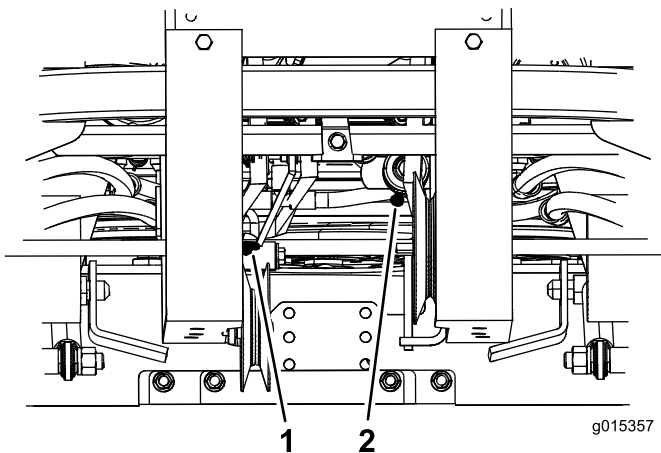

Figura 37
4. Engrase los pivotes de las poleas tensoras de la correa de transmisión de la carcasa de corte y de la correa de transmisión de la bomba (Figura 37).